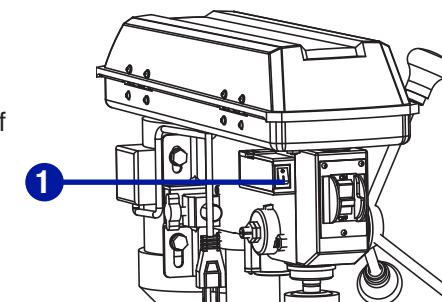

Fig. 24
**LED WORKLIGHT SWITCH (Fig. 24)**